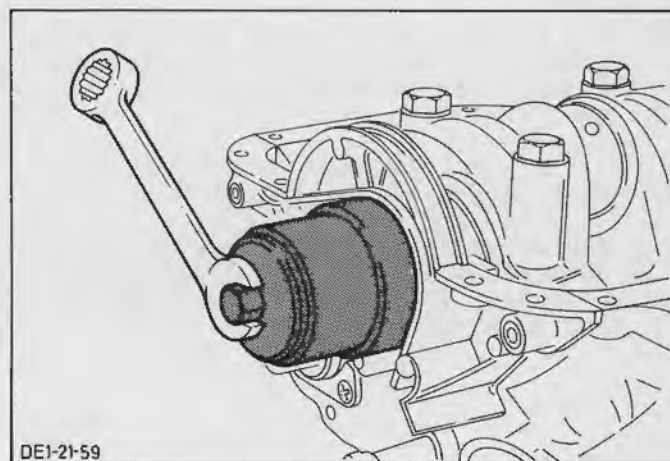

Fig.57. Træk forreste pakdåse ind
41. Monter krumpakslens fordæksel med en ny pakning, ret det ind med bundkarrets tætningsflade og spænd med det specificerede moment. Smør tætningsfligen på den nye pakdåse og krumpakslens ende med olie. Monter pakdåsen i fordækslet med specialværktøj 21-009-B, Fig.57.